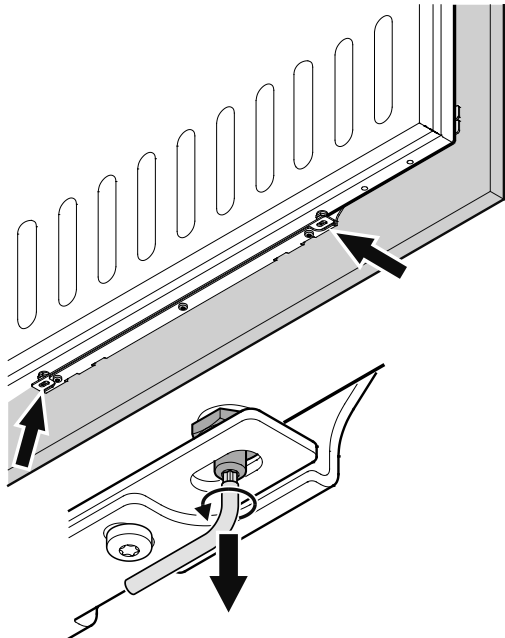

Figure 39
8. Visser les boulons d'ajustement (bas de la porte du réfrigérateur) jusqu'à ce qu'ils soient en contact avec la baguette de fixation (**Figure 39**).